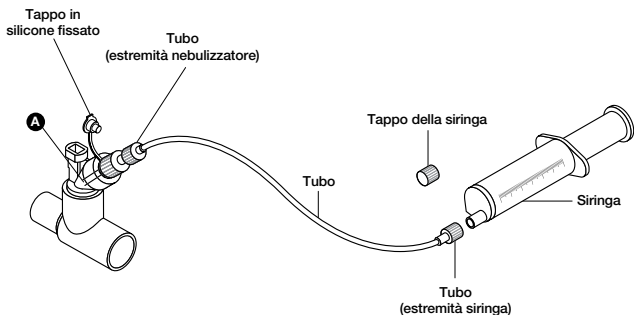

Figura 15. Set di tubi per nebulizzazione continua
7. Inserire la siringa riempita con il farmaco nella pompa di infusione della siringa (pompa non mostrata in figura 15) e impostare la portata adatta (per ulteriori informazioni, fare riferimento al manuale della pompa o consultare il produttore).